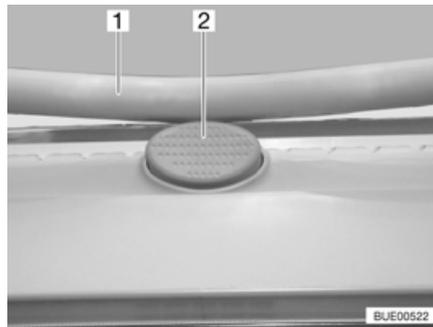

Fig. 107 Botón de seguridad en la claraboya Heki
- Pulsar el botón de seguridad (Fig. 107,2) y tirar el estribo (Fig. 107,1) hacia abajo con ambas manos.
- Presionar el estribo hacia arriba con ambas manos hasta que el estribo se encuentre encima del botón de seguridad (Fig. 107,2).